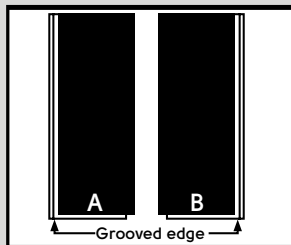

Fig. 3
3. Abra varios paquetes de material. Los tablonces estarán marcados con «A» y «B» en la parte posterior (diagrama siguiente). Separe los distintos tablonces y apílelos manteniendo los bordes en la misma dirección. Mezcle los tablonces de cada pila antes de la instalación para lograr un aspecto más natural (fig. 3).